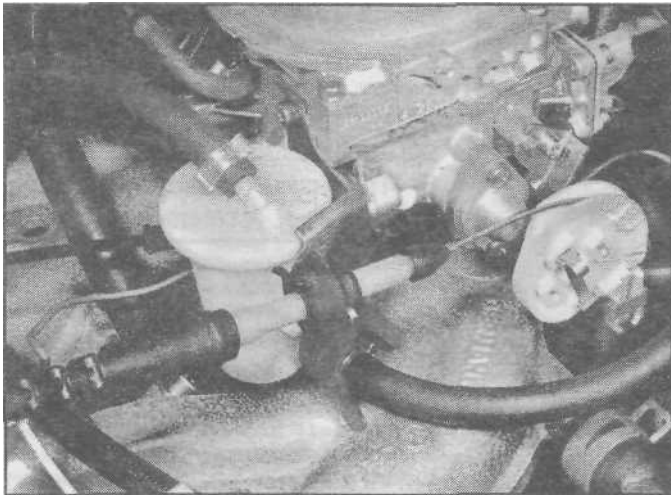

Рис. 10.3. Трос акселератора на приваде управления дроссельной заслонкой карбюратора
- 3 Освободите зажимы крепления троса на приводе управления дроссельной заслонкой карбюратора, отмечая их расположение [см. рис. 10.3].